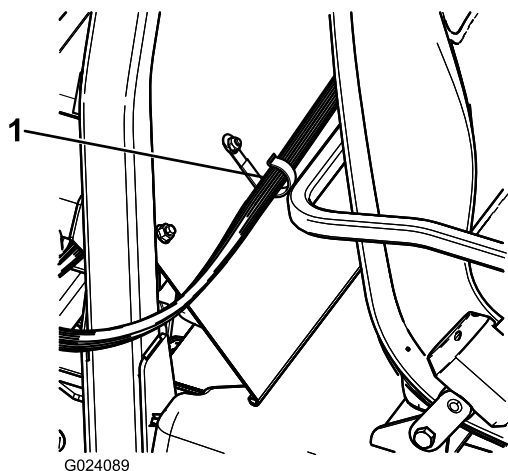

Bild 22
2. Befestigen Sie einen Hakenclip mit einer Schraube ($\frac{1}{4}$ " x $\frac{1}{2}$ ") und einer Bundmutter ($\frac{1}{4}$ ") hinter dem Passagiersitz (Bild 22).
3. Befestigen Sie den Kabelbaum der Steuerkonsole mit den Hakenclips an der Konsole und der Überrollschutzabdeckung (Bild 22).